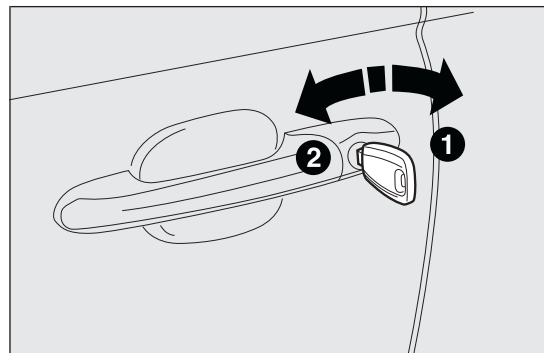

fig. 48
**Pour ouvrir de l'extérieur (porte côté conducteur) :** tourner la clé sur I fig. 48 et tirer la poignée.